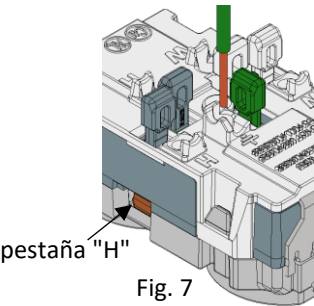

Fig. 7
- Insert conductors into the appropriate wiring chambers according to Table 1. See Fig. 7.
- 3. Insérer les conducteurs dans les chambres de câblage appropriées, selon le Tableau 1. Consulter la Fig. 7.
- 3. Inserte los conductores en las cámaras de cableado correspondientes de acuerdo con la Tabla 1. Consulte la Fig. 7.